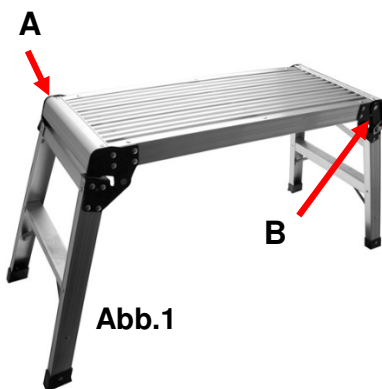

Abb.1
1. Klappen Sie beide Fußausleger aus und verriegeln Sie diese mit den Sicherungshaken. Die Sicherungshaken befinden sich diagonal versetzt am rechten und linken Fußausleger, zu sehen in Abb.1 gekennzeichnet mit A & B.
The locking hooks are positioned diagonally opposite on the right and left side arm, marked as A and B in Fig. 1.
1. If you want to stow away the working platform after use or move it to some other place, please unlock the side arms by lifting the locking plate (E) off the locking pin (C) and push the locking hook sideways.
**fig.1****unlocked****locked**